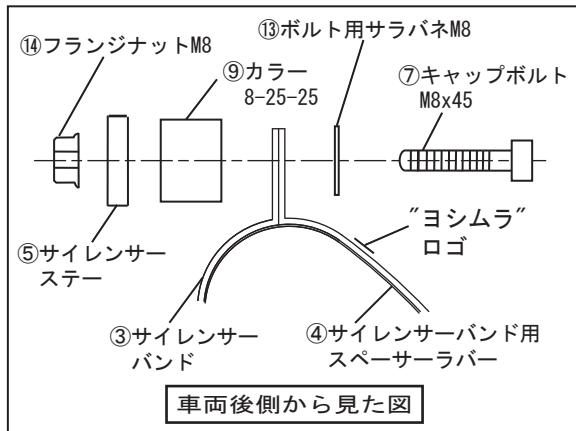

FIG. 10
9. ②サイレンサーに③サイレンサーバンド、④サイレンサーバンド用スペーサーラバーを通して、⑦キャップボルトM8×45、⑬ボルト用サラバネM8、⑨カラー8-25-25、⑭M8フランジナットにて⑤サイレンサーステーに仮締めして下さい。（FIG. 10, 11参照）